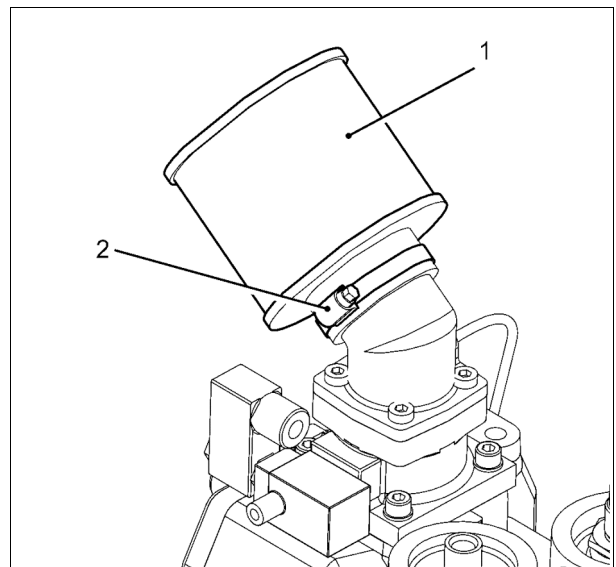

Bild 20 L07-L11
- Befestigungsschelle (- 2 - Bild 20) lösen
- Luftfilter (- 1 - Bild 20) abziehen und durch einen neuen ersetzen
- Luftfilter aufsetzen und Befestigungsschelle (- 2 - Bild 20) anziehen